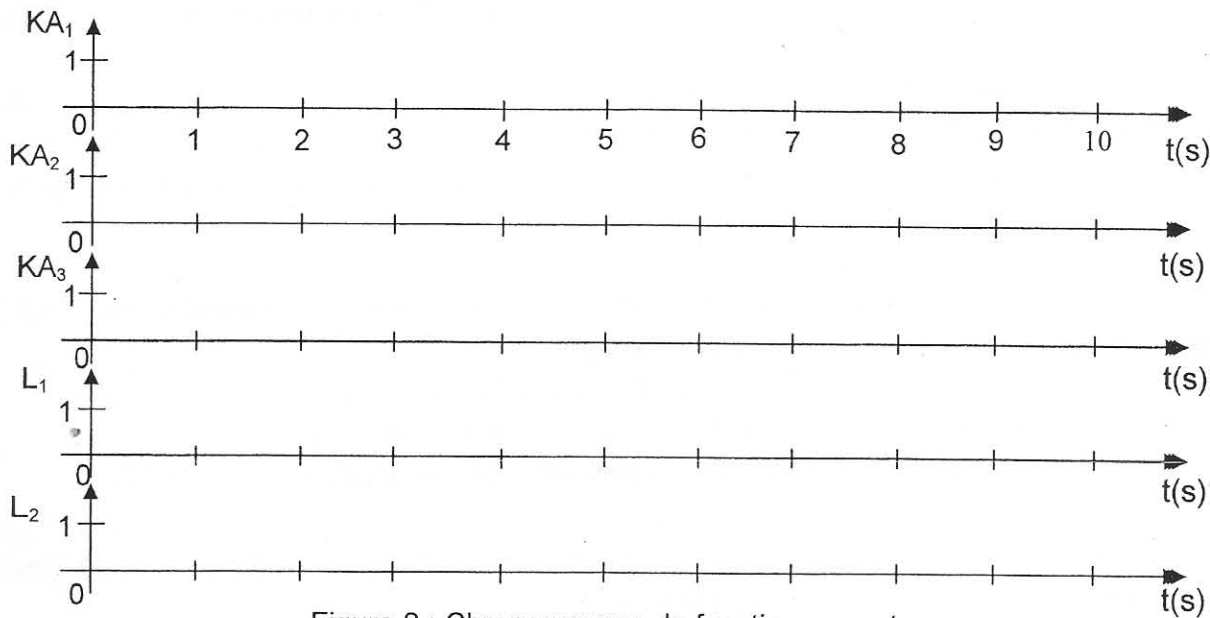

Figure 2 : Chronogramme de fonctionnement
- I-2-4- Analyser le fonctionnement du montage en complétant le chronogramme de la figure 2 ci - dessous : (1ptx5=5pts)